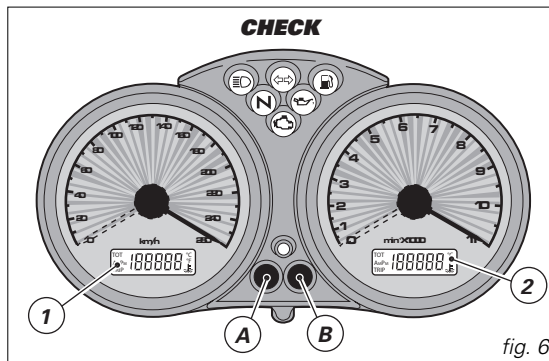

fig. 6
Tournez la clé sur **ON** et appuyez sur le bouton-poussoir (B) (fig. 6) pour alterner l'affichage du totalisateur journalier à celui du compteur kilométrique.
Appuyez sur sur le bouton-poussoir (B) (fig. 6) pendant plus de 2 secondes, fonction **TRIP** activée (totalisateur journalier), pour la mise à zéro de l'afficheur (LCD 1).
Tournez la clé sur **ON** et appuyez sur le bouton-poussoir (A) (fig. 6) pour afficher l'horloge et la température de l'huile.
Si l'on tourne la clé sur **ON** et l'on appuie sur le bouton-poussoir (B) (fig. 6) dans 5 secondes, chaque pression de ce bouton produira une variation de l'intensité lumineuse du tableau de bord.